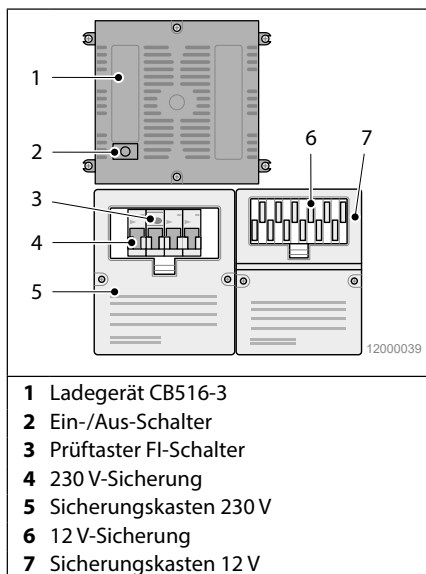

Abb. 25 Elektroeinheit
- Prüfen Sie den Fehlerstrom-Schutzschalter während der Campingsaison monatlich auf einwandfreie Funktion. Betätigen Sie dazu den Prüfkopf (Abb. 25/3).
Das Switch-Mode-Ladegerät (Abb. 25/1) kann 12 V-Blei- oder AGM-Batterien automatisch aufladen. Der Ladewert ist ab Werk für den verwendeten Batterietyp voreingestellt.